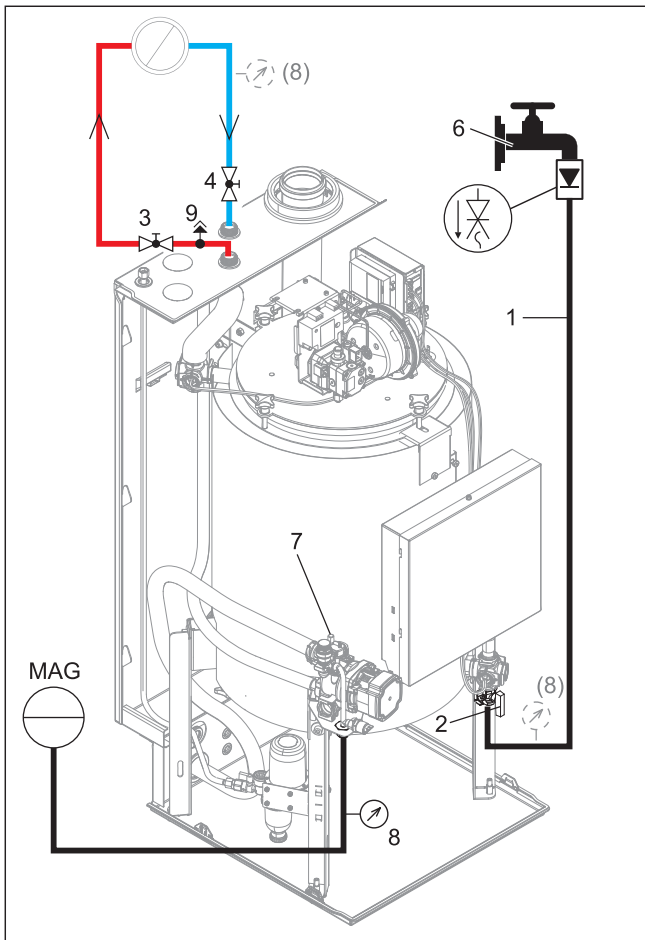

Bild 9-1 Heizungskreislauf befüllen
Tab. 9-1 Legende zu Bild 9-1
- 1 Füllschlauch (Bild 9-1, Pos. 1) mit Rückflussverhinderer und einem externen Manometer⁽⁸⁾ (bauseits) an den KFE-Hahn (Bild 9-1, Pos.2) anschließen und gegen Abrutschen mit einer Schlauchschelle sichern.
- 1 Wasserhahn (Bild 9-1, Pos. 6) der Zuleitung öffnen.
- 2 KFE-Hahn (Bild 9-1, Pos. 2) öffnen und Manometer (Bild 9-1, Pos. 8) beobachten.
- 4 KFE-Hahn (Bild 9-1, Pos. 2) schließen.
- 5 Wasserhahn (Bild 9-1, Pos. 6) der Zuleitung schließen.
- 6 Füllschlauch (Bild 9-1, Pos. 1) mit Rückflussverhinderer vom KFE-Hahn (Bild 9-1, Pos. 2) trennen.